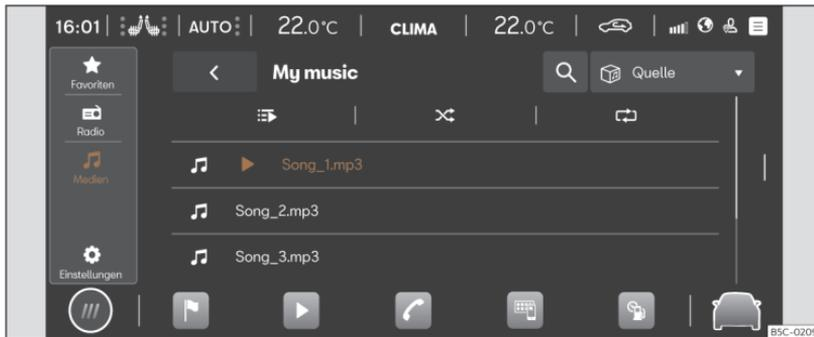

Abb. 167 Schematische Darstellung: Ansicht Medien.
- Drücken Sie **HOME** > ► > 🎵 >>> (**Abb. 167**).